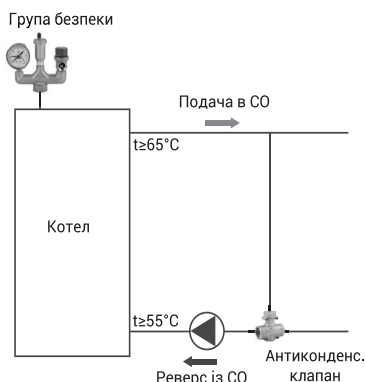
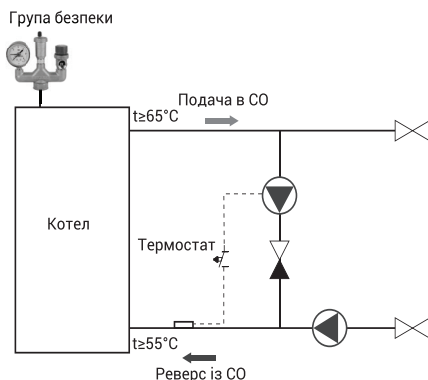
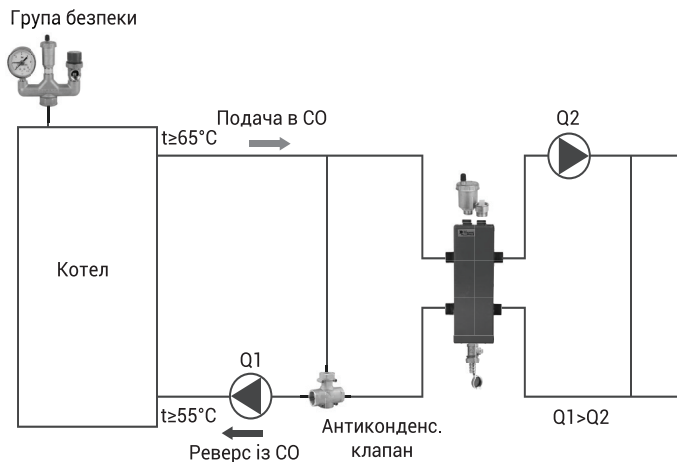

Рис. 2. Схема з байпасом та антиконденсаційним клапаном
Рис. 3. Схема з байпасом та насосом
Рис. 4. Схема з гідралічним роздільником
Для правильного під'єднання котла до опалювальної системи необхідно дотримуватися таких умов: температура в котлі не повинна бути нижче 65°C , а температура води на поверненні в котел — не нижче 55°C . Це обумовлено конденсацією водяної пари на холодних стінках котла (так зване потіння котла), що викликає скорочення терміну його служби. Це явище можна попередити, якщо встановити вищу температуру води в котлі і регулюючи температуру в окремих приміщеннях за допомогою термостатичних клапанів або застосування змішувальних систем, наприклад у вигляді обхідного містка (рис. 2), дозуюче-змішувального насоса (рис. 3), гідралічного роздільника (частковий захист) особливо в великих системах центрального опалення з великою кількістю води (рис. 4).
3. Для запобігання утворенню конденсату в котлі необхідно в системі забезпечити температуру води патрубку повернення не нижче 55 °С. Схеми захисту наведені на рис. 2 та рис. 3.